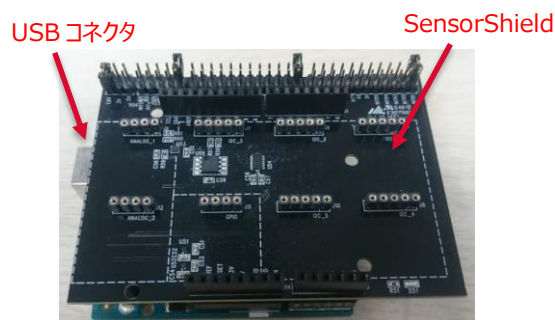

Figure 1. Arduino と SensorShield の接続
1. Arduino と SensorShield の接続 (Figure 1)